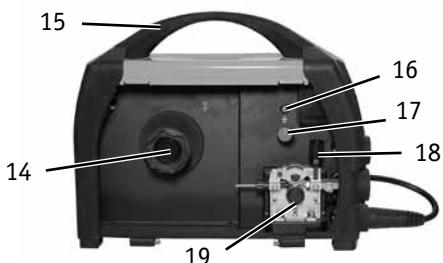

Рис. 1.3
2. Вставьте сварочную горелку в «еворазъем» (2) (**рис. 1.1**) на передней панели аппарата и прикрутите его. После установите катушку с проволокой, установите ролики с теми канавками, которые соответствуют диаметру проволоки. Зафиксируйте проволоку с помощью ручки зажима проволоки (18) (**рис. 1.3**). С помощью кнопки прогона проволоки (16) (**рис. 1.3**) протяните проволоку внутрь горелки.